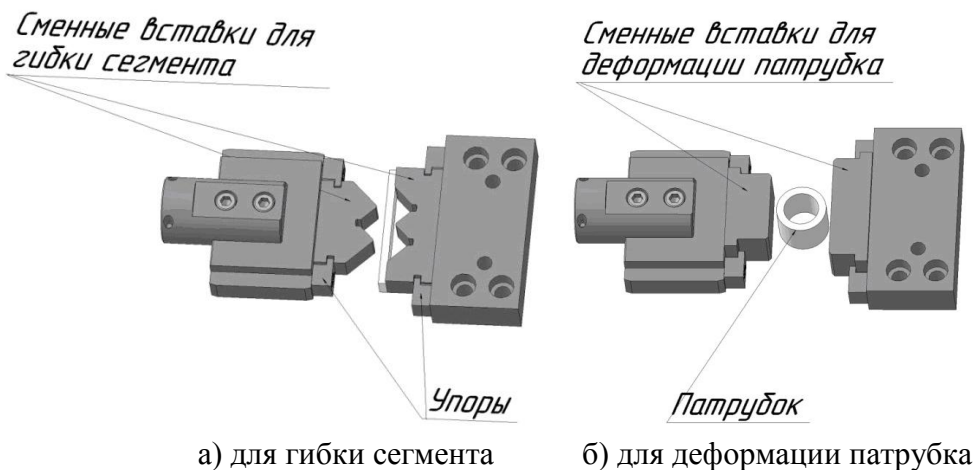

Рис. 8 – Сменные вставки узла гибки
Пуансон и матрица имеют сменные вставки (Рис.8), для выполнения операций гибки сегмента и деформации патрубка. Вставки фиксируются упорами от продольного и поперечного перемещения. Для обеспечения центровки рабочих профилей вставок и возможности их замены, посадка вставок в упоры в поперечном направлении выполнена по Н8/е8. В продольном направлении вставки имеют зазор в упорах 0,1-0,2мм. Замена вставок производится вручную. Извлечение вставок производится их подъемом вверх, а установка их опусканием в упоры до соприкосновения с плитой.
6.7 Установить изделие на плиту согласно Рис.8.